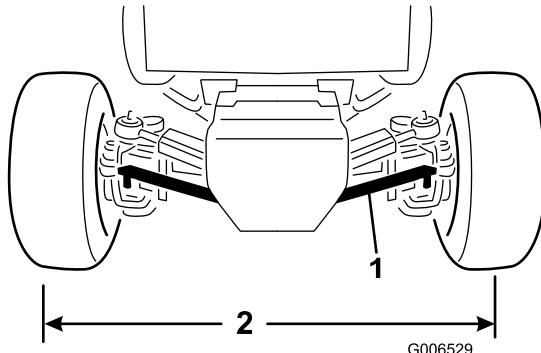

図 58
2. タイロッドのボール・ジョイントの1つをアクスルのブラケットに固定しているナットを外してボール・ジョイントをアクスルから外す（図 58）。
4. 右タイヤの中心線からと左タイヤの中心線までの距離が、タイヤの前後で等しくなるように、タイ・ロッドのボール・ジョイントを内側または外側に回して調整する（図 58）。